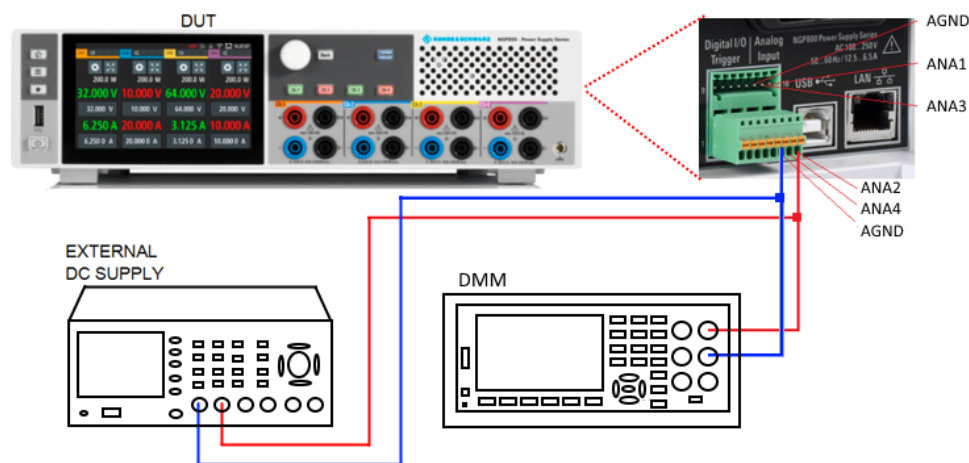

Рис. 6-36: Установка для регулировки аналогового входа
- Соберите установку для регулировки с помощью приборов, показанных на рис. 6-36.